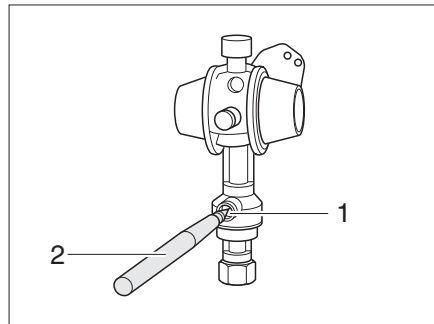

Bild 85 Crash-Sensor
- Mit einem Stift (Bild 85,2) den Entsicherungsknopf (Bild 85,1) mehrere Sekunden eindrücken.